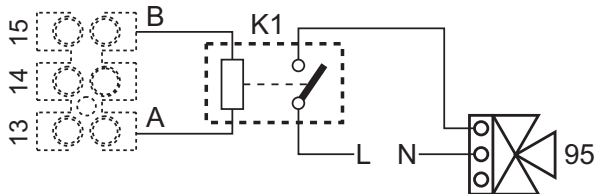
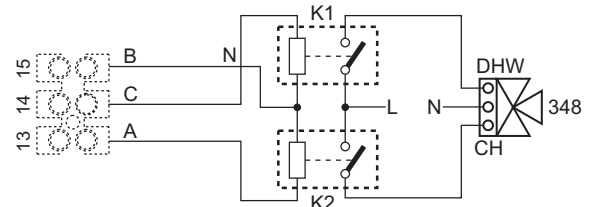

fig. 89- Raccordement de la vanne 3 voies à 2 fils
fig. 90- Raccordement de la vanne 3 voies à 3 fils
**ATTENTION :** pour raccorder la vanne 3 voies (bornes 13 - 14 - 15), se référer aux schémas de fig. 89 et fig. 90.